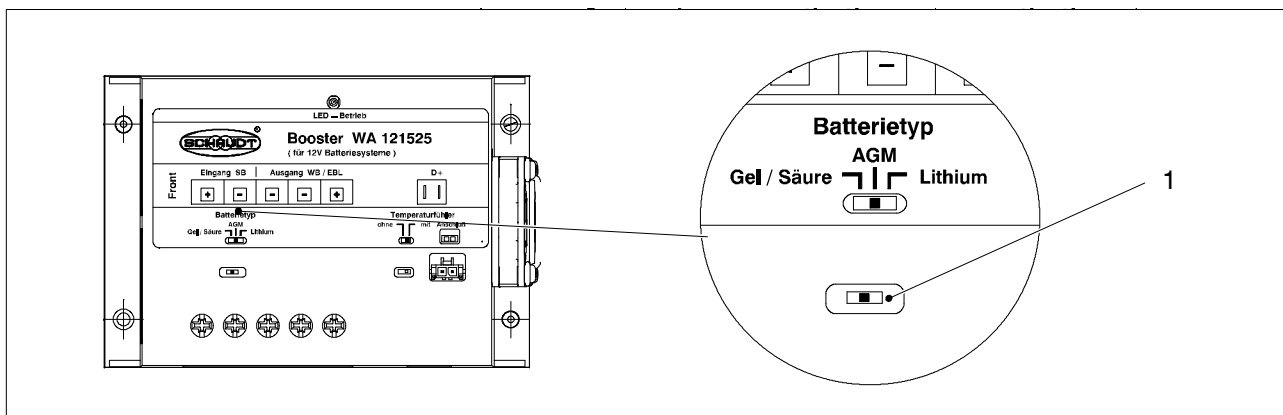

Bild 6 Batterie-Wahlschalter
- ▶ Den Batterie-Wahlschalter (Bild 6, Pos. 1) in die entsprechende Position bringen: